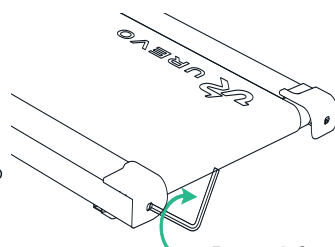

Rysunek 1
- Jeśli pas bieżni przesunął się w lewo, użyj narzędzia sześciokątnego, aby obrócić lewą śrubę rolki prowadzącej w prawo o 1/4 obrotu (patrz rysunek 1).